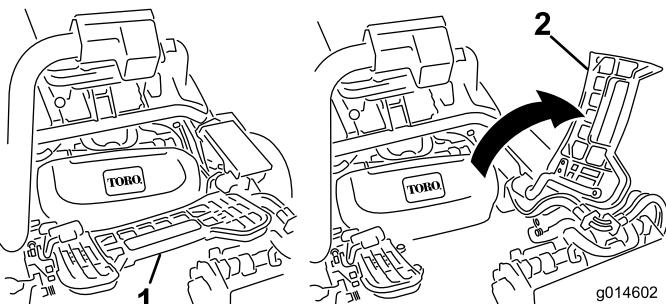

Figura 12
- Se instalar a unidade de corte central, eleve o apoio de pé e incline-o, permitindo o acesso à posição da unidade de corte central (Figura 12).